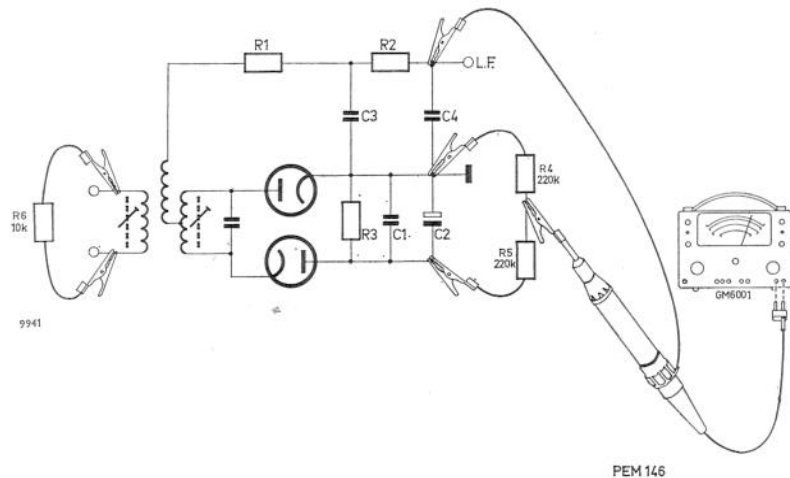

Fig. 16. Afregeling van de FM-discriminator
Sluit de buisvoltmeter aan volgens fig. 16. De twee hulpweerstanden R4 en R5 mogen een waarde hebben van ca 220 k $\Omega$  en dienen zo nauwkeurig mogelijk aan elkaar gelijk te zijn. Gebruik voor dit doel dus 1 %-weerstanden of twee speciaal uitgezochte exemplaren. (Controleren met een nauwkeurige ohmmeter of meetbrug, b.v. GM 4144.)
Sluit de buisvoltmeter aan op de elektrolytische condensator C2 (fig. 16). Stel de buisvoltmeter in op een meetgebied van  $-3$  V gelijkspanning.
7. Demp de primaire kring van het laatste m.f.-bandfilter met een weerstand van ca 10 k $\Omega$  (R6 in fig. 16). Regel de kern van de secundaire kring op minimale uitslag van de buisvoltmeter (aangesloten volgens fig. 16).